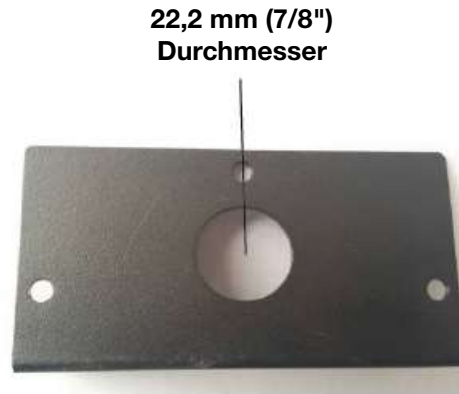

Abb. 2
3. Entnehmen Sie die neue Abdeckplatte (**Abb. 2**) (mitgeliefert). Stanzen Sie die 22,2-mm-Bohrung (7/8") aus und führen Sie einen Box-Stecker durch den Anschlusskasten. Befestigen Sie die Box-Steckerklemme an den Versorgungskabeln.